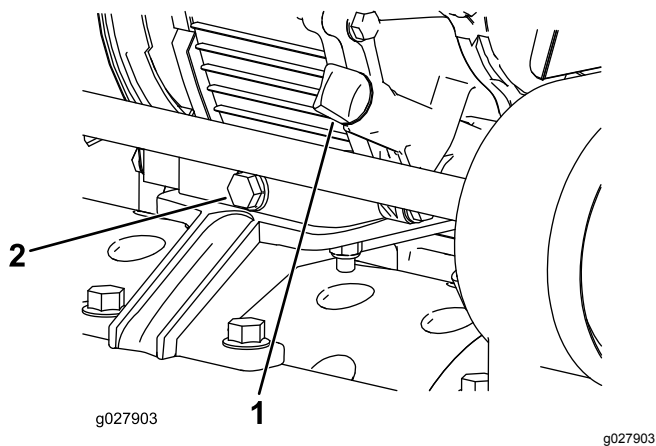

図 29
1. 平らな場所に駐車し、オイルゲージ周辺をきれいに拭く図 29。
2. 機体下にあるドレンプラグの下に廃油受けを置く 図 29。ドレンプラグをゆるめる。